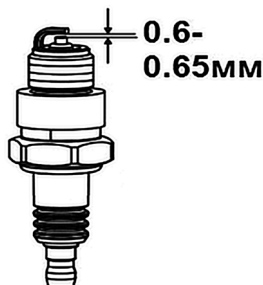

Рис. 13 Свеча зажигания
4. Измерьте зазор между электродами свечи зажигания специальным щупом. Зазор должен быть 0,6–0,65 мм (Рис. 13). При увеличении или уменьшении требуемого зазора рекомендуется заменить свечу, так как регулировка зазора может привести к изменению качества искрообразования.